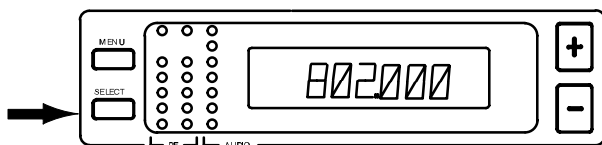

ABBILDUNG 18
3. Die SELECT-Taste drücken, um die aktuelle Betriebsfrequenz einzusehen (Abbildung 18).